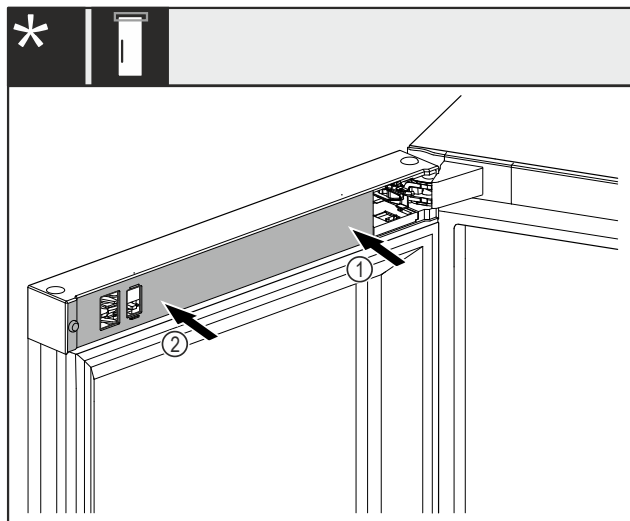

Fig. 46
- ▶ Najprije postavite poklopac Fig. 46 (1) na stranu podloška ležaja i uglavite ga.
- ▶ Postavite poklopac Fig. 46 (2) na vanjsku stranu i uglavite ga.